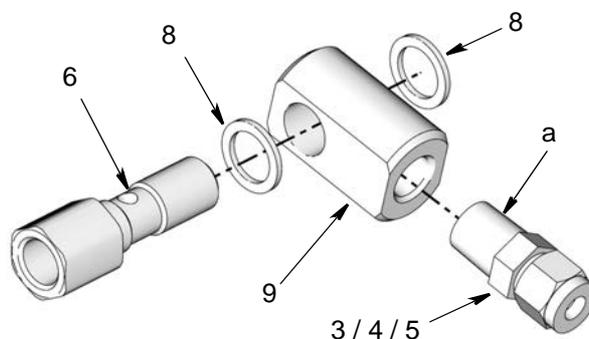

FIG. 3
5. Connecter un assemblage de raccords de tube (3/4/5) à chaque raccord banjo (9). Clé anglaise (FIG. 3).
6. Placer une rondelle (8) au dessus de l'extrémité de chaque boulon banjo (6) (FIG. 3).
7. Installer les boulons banjo (6) dans les raccords banjo (9). Ensuite installer la deuxième rondelle (FIG. 3).
- Appliquer l'étanchéité pour filetage sur les filets des raccords de tube (a) (FIG. 3).
- Connecter un assemblage de raccords de tube (3/4/5) à chaque raccord banjo (9). Clé anglaise (FIG. 3).
8. Placer une rondelle (8) au dessus de l'extrémité de chaque boulon banjo (6) (FIG. 3).
9. Installer les boulons banjo (6) dans les raccords banjo (9). Ensuite installer la deuxième rondelle (FIG. 3).